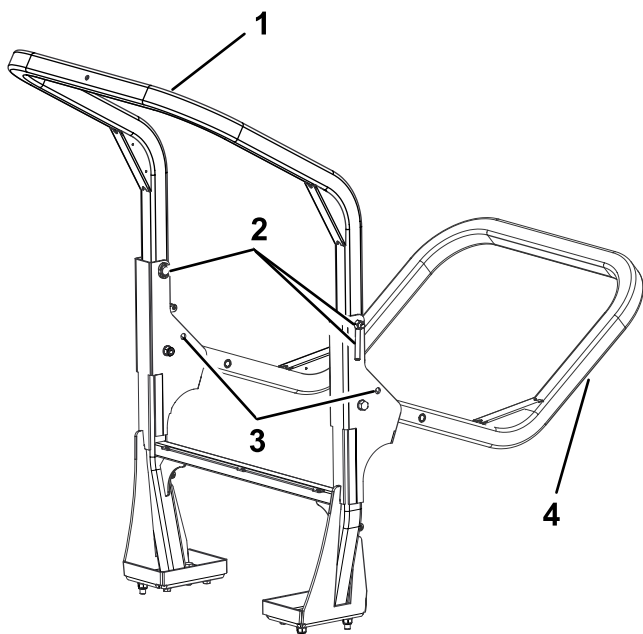

Figura 25
2. Sostenete il peso del telaio superiore del roll bar mentre rimuovete i perni a scatto e i perni con testa dalle staffe orientabili (Figura 25).